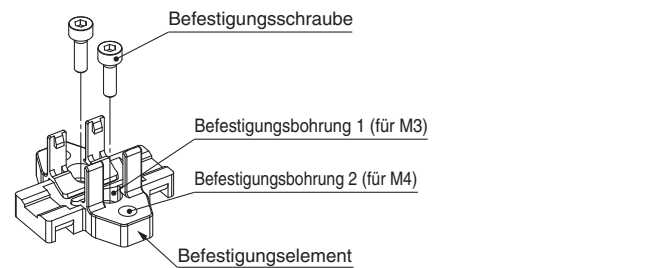

Abb. 3
- 1) Die Standardbefestigung von ZH18/20D□A kann entweder durch die Befestigungsbohrungen 1 oder 2 (Abb.3) montiert werden.
- 2) Wenn das Produkt mittels der Befestigungsbohrung 1 montiert wird, montieren Sie die Befestigung zuerst an der Einbauposition (Abb.3).